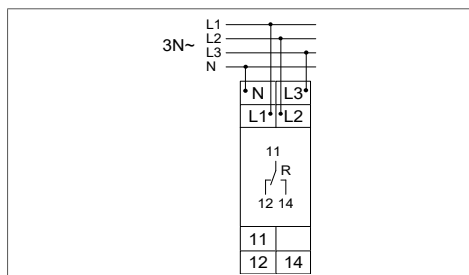

Figura 5: Conexión eléctrica, de 3 fases
- Conecte y realice el cableado del dispositivo según la figura 5.